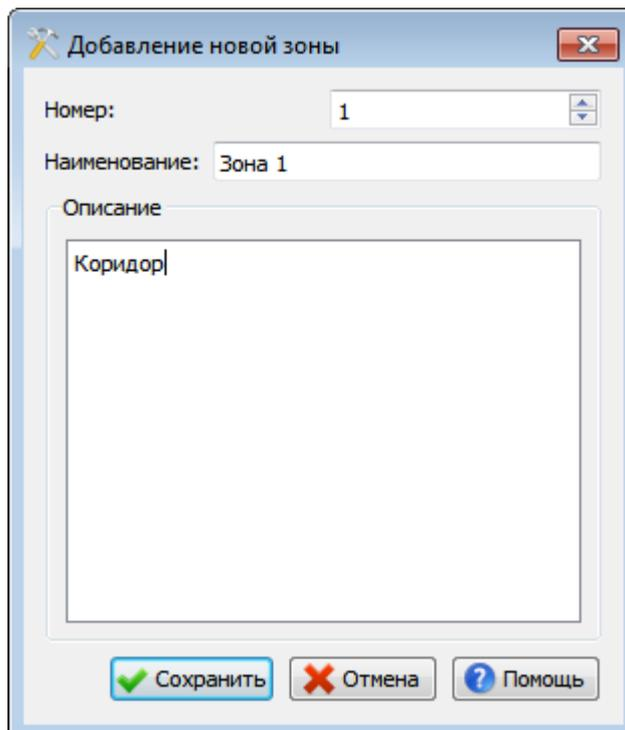

Рис. 51
- Нажмите кнопку . На экране появится окно «Добавление новой зоны». Установите параметры добавляемой зоны, как показано на Рис. 51.